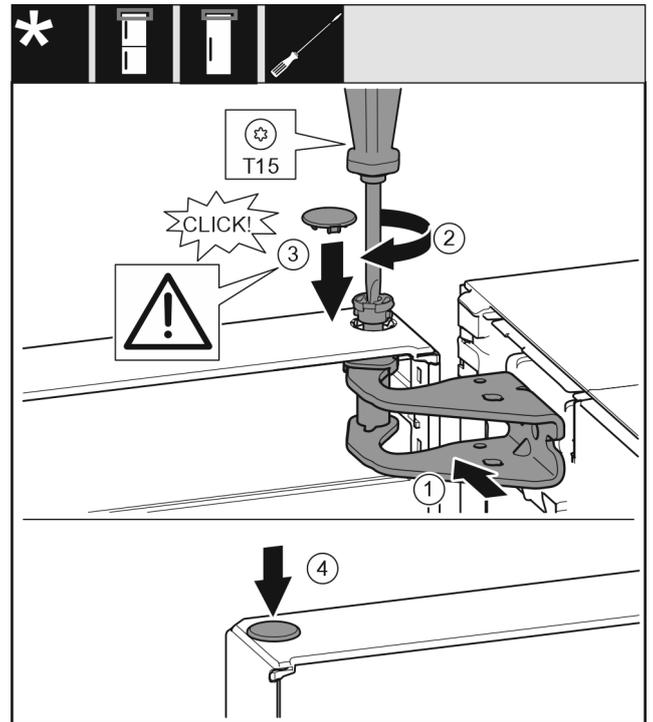

Fig. 21
- ▶ 将冰箱门的上方对准托架 Fig. 21 (1) 中的开口。
- ▶ 放入螺栓 Fig. 21 (2) 并用螺丝刀拧紧。
- ▶ 装入盖板 Fig. 21 (3)。
- ▶ 检查盖板 Fig. 21 (3) 是否紧贴贴在冰箱门上。
- ▶ 装入盖板 Fig. 21 (4)。